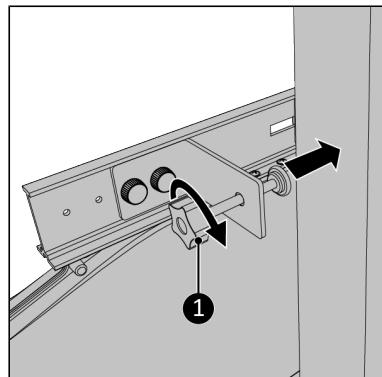

Abbildung 135.
16. Schrauben Sie die Klemmschraube vorsichtig am Fensterrahmen fest (Abbildung 135, Pos. 1).